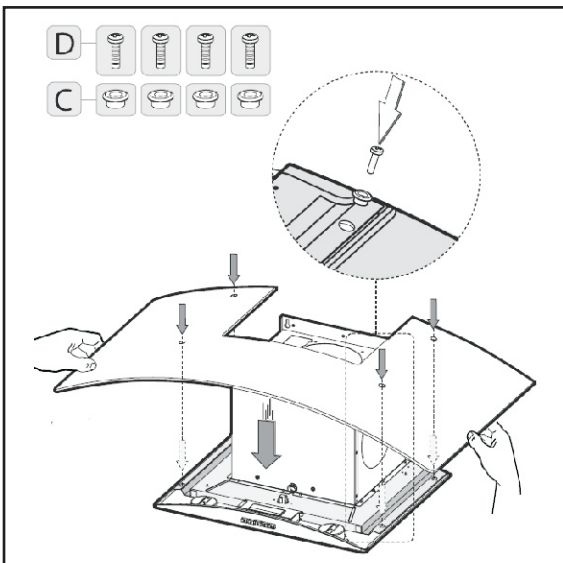

Fig.11
- Coloque cuidadosamente el cristal sobre la campana y únalo a la misma colocando los 4 pasadores de goma (**C**) y los 4 tornillos (**D**) indicados en la (**Fig.11**).